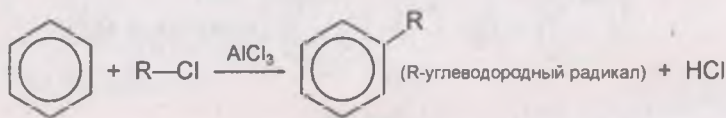

Рис. 118
4) алкилирование (реакция Фриделя—Крафтса) — под действием алкилгалогенидов на бензол в присутствии катализатора (хлористого алюминия) происходит замещение алкилом атома водорода бензольного ядра (рис. 118).